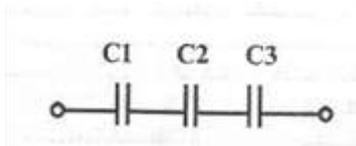

Рис. 6
5. Как изменится емкость батареи конденсаторов, включенной по схеме на рис. 6, если один из них замкнуть накоротко?